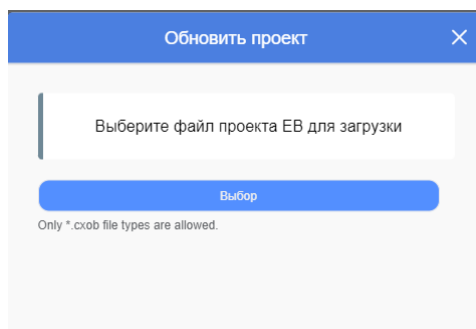

Рисунок 4.28 – Окно «Обновить проект» Web-интерфейса панели оператора БС
5. Нажать кнопку «Обновить» в поле «Обновить проект:», после чего администратору будет представлено окно «Обновить проект» (рисунок 4.28). В этом окне необходимо выбрать файл «forHMI.sxob» (нажав кнопку «Выбор»), предоставляемый предприятием-изготовителем на USB Flash-накопителе.